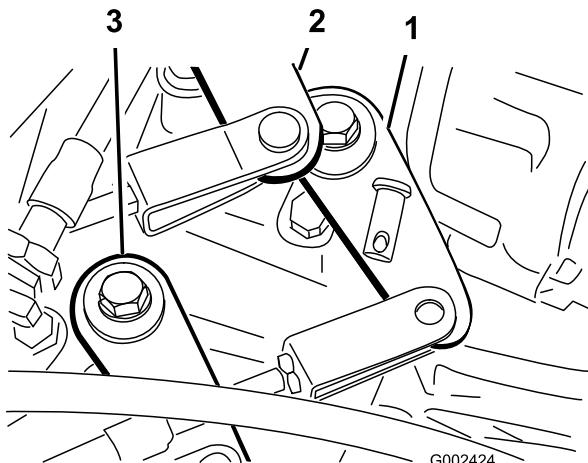

Figura 56
2. Retire los pasadores de horquilla que fijan los cables del cambio de marchas a los brazos de cambio del transeje (Figura 56).